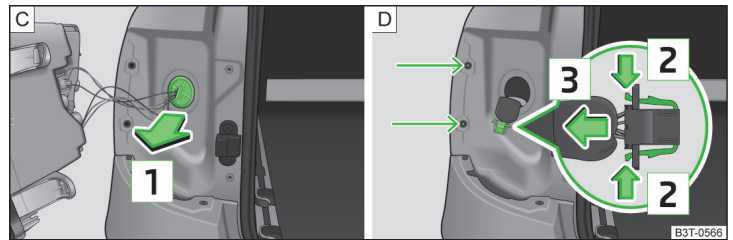
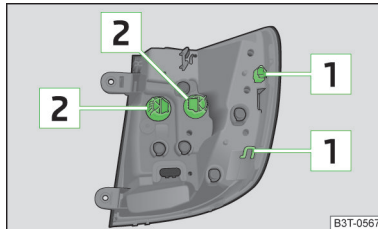

Abb. 210 Dichtung ausbauen / Leuchtenstecker
Abb. 211
- Die Gummidichtung in Pfeilrichtung **1** ausbauen » Abb. 210 - **C**.
- Den Leitungsstrang mit dem Stecker abziehen » Abb. 210 - **D**.
- Die beiden Verriegelungen am Stecker in Pfeilrichtung **2** zusammendrücken » Abb. 210 - **D**.
- Die Gummidichtung in die Karosserie entgegen der Pfeilrichtung **1** einbauen » Abb. 210 - **C**.
- Die Rückleuchte mit den Öffnungen **1** » Abb. 211 auf Seite 235 in die Bolzen an der Karosserie stecken » Abb. 210 - **D**.
- Die Lampenfassung **2** » Abb. 211 **entgegen dem** Uhrzeigersinn drehen und aus dem Leuchtengehäuse herausnehmen.